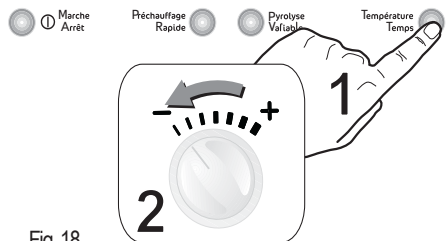

Fig. 18
2. Appuyez tout de suite sur la touche "Température/Temps" et, en même temps, tournez la commande TEMPERATURE/TEMPS jusqu'à la position **—**. Le système émettra un bref signal sonore e "12.00" et l'indicateur "mise à l'heure" ► s'affichent de manière fixe (Fig. 18).
3. En appuyant sur la touche ①, l'indicateur "mise à l'heure" ► apparaîtra fixe sur l'affichage. Cela indique que la fonction démo est activée. Il est possible de sélectionner toutes les fonction de cuisson du four (les éléments chauffants du four ne fonctionnent pas).